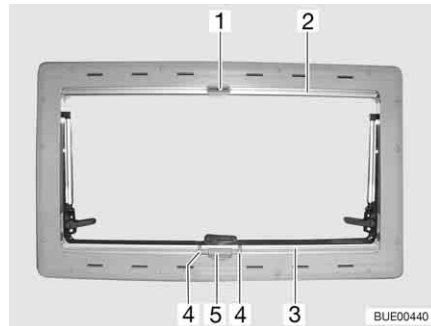

Fig. 68 Finestra apribile
- Serrare la maniglia (Fig. 68,4) e tirare l'oscurante a rullo (Fig. 68,3) dal basso verso l'alto fino all'altezza desiderata.
- Serrare la maniglia (Fig. 68,4). L'arresto si sblocca.
- Riconduurre lentamente l'oscurante a rullo (Fig. 68,3) nella posizione iniziale.
- Tirare in basso la zanzariera a rullo (Fig. 68,2) fino a che non viene a contatto con l'oscurante a rullo (Fig. 68,3), e il gancio di chiusura (Fig. 68,1) non si innesta nel bloccaggio (Fig. 68,5).
- Allentare il gancio di chiusura (Fig. 68,1).